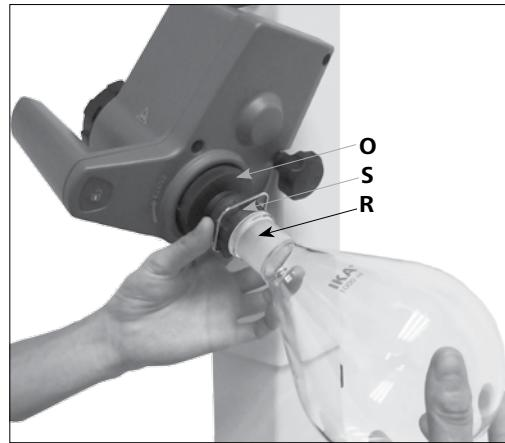

Fig.15a
- Setzen Sie den Verdampferkolben auf das Dampfdurchführungsrohr (**R**). (Fig.15a)